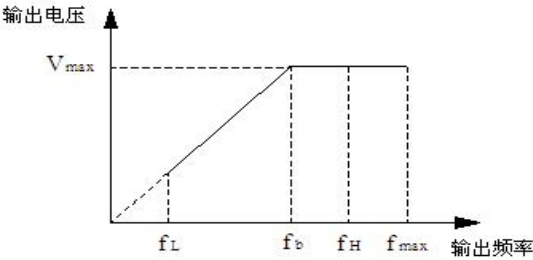

图 F0-1 电压与频率示意图
最大输出频率是变频器允许输出的最高频率，是加减速时间设定的基准，如下图所示的 fmax；基本运行频率是变频器输出最高电压时对应的最小频率，一般是电机的额定频率，如下图所示的 fb；最大输出电压 Vmax 是变频器输出基本运行频率时，对应的输出电压，一般是电机的额定电压；如下图所示的 Vmax；fh、fl 分别定义为上限频率和下限频率，如图 F0-1 所示：
- 4. 最大输出频率、上限频率、下限频率的关系如上图 F0-1 所示，设置时请注意大小顺序。